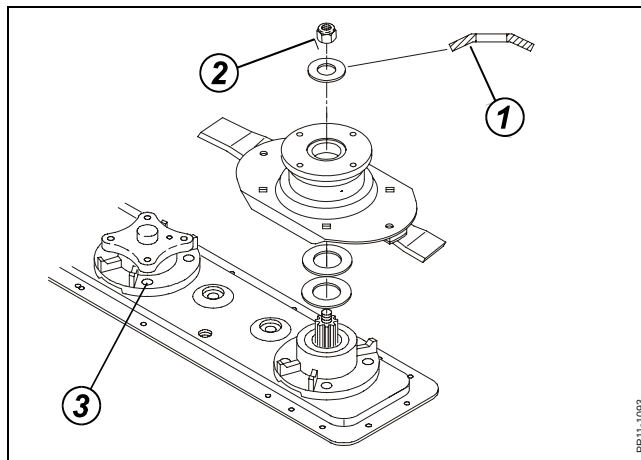

Fig. 5-27
**Fig. 5-27** Federscheibe **(1)** über der Eingangsscheibe wie gezeigt mit der gebogenen Seite nach oben drehen. Mutter **(2)** mit **190 Nm** (19 Kpm) anziehen. Die Bolzen **(3)**, die das Scheibenlagergehäuse an den Balken festhalten, mit **85 Nm** (85 Kpm) anziehen.